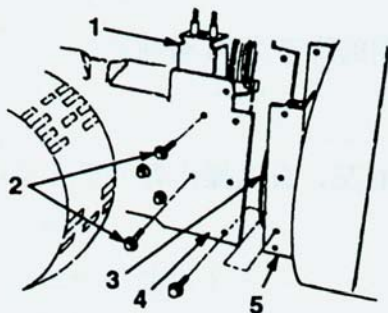

图 2
- 旋下连接张紧轮总成和发动机架板的螺栓，取下张紧轮总成。(图 2)
- 对齐叶轮腔和发动机架板的安装孔。(图 2)
- 将叶轮驱动带安装于叶轮驱动轮上。(图 2)
- 安装张紧轮总成，对齐张紧轮和驱动带。(图 2 和图 30)